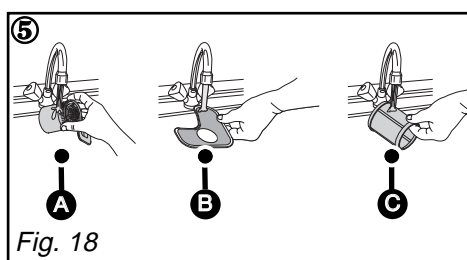

Fig. 18
- ② Desapertar de um quarto de volta o filtro de resíduos e de seguida retirá-lo Ⓐ.
- ③ Tirar o filtro principal Ⓑ.
- ④ Tirar o crivo micro filtro Ⓒ.
- ⑤ Passar cuidadosamente os filtros Ⓐ, Ⓑ e Ⓒ por água da torneira. (Fig. 18)